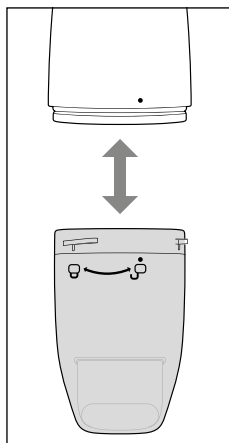

Fig. 7
2. Togliere il contenitore di raccolta dello sporco ❸ dall'apparecchio in modo che sia rivolto verso il basso (vedere fig. 7).